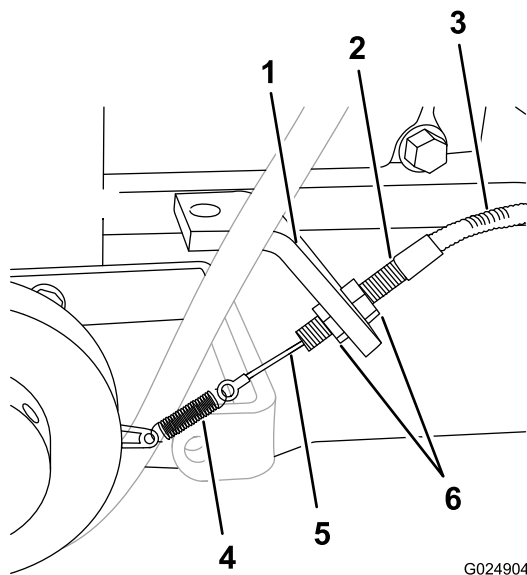

Figure 25
2. Desserrez les 2 écrous de blocage qui fixent le corps du câble d'embrayage au support d'embrayage, et tournez les écrous à chaque extrémité des filetages du corps (Figure 25).
3. Tenez le corps d'une main et soulevez légèrement la gaine du câble (Figure 25).
4. Tout en maintenant la tension sur le câble d'une main, tournez, avec l'autre main, les écrous de blocage jusqu'à ce qu'ils affleurent le support d'embrayage (Figure 25).
5. Serrez les écrous de blocage pour fixer le corps sur le support (Figure 25).
- A. Desserrez légèrement les 2 écrous de blocage (Figure 25).
- B. Tournez les écrous de blocage dans le sens horaire pour accroître la tension du câble ou dans le sens antihoraire pour réduire la tension (Figure 25).
- C. Serrez les écrous de blocage pour fixer le corps au support d'embrayage (Figure 25).